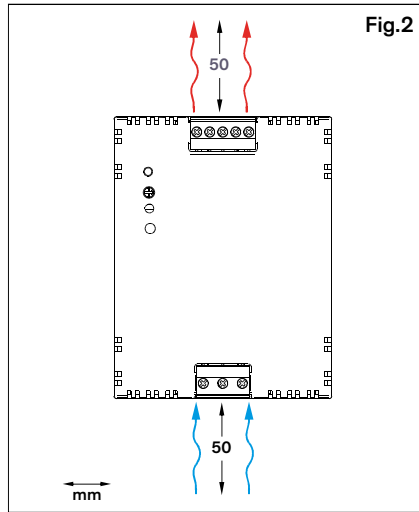

Fig.2
Il dispositivo può essere montato su una barra DIN da 35 mm conforme alle specifiche DIN EN 50022. Rispettare i requisiti relativi allo spazio di ventilazione che dev'essere presente sopra e sotto l'apparecchio. Fig.2
- Следует обеспечить надлежащее охлаждение прибора. Fig.2
Данное устройство может быть установлено на рейки DIN 35 мм, отвечающие спецификациям DIN EN 50022. Соблюдать требования к вентиляционным зазорам сверху и снизу устройство. Fig.2